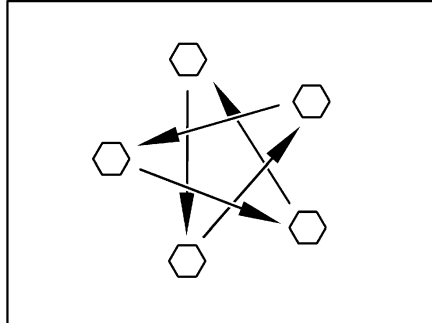

Fig. 185 Serrer en croix les écrous ou les boulons de roue
- Vérifier régulièrement le serrage des écrous ou des boulons de roues. Resserrer alternativement et en croix (Fig. 185) tous les écrous ou les boulons de roue 50 km après le changement d'une roue. Couple de serrage, voir paragraphe 14.5.2.
- ▷ Serrer en croix les écrous ou les boulons de roue (Fig. 185).